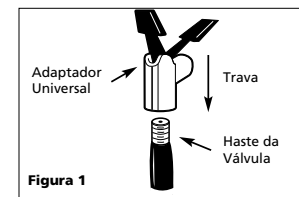

Figura 1
- Anexe o adaptador universal da bomba de ar à haste da válvula, com a alavanca na posição para cima. Aperte completamente o adaptador universal sobre as roscas da haste da válvula. Quando o adaptador universal estiver bem colocado, aperte a alavanca de travamento para baixo para que ela se trav na haste da válvula (Veja a Figura 1).